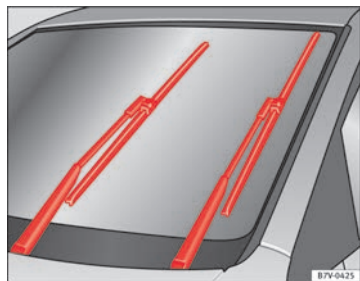

Fig. 128 Limpiaparabrisas en posición de servicio
- Conecte y desconecte el encendido y a continuación (antes de aprox. 9 seg.), desplace la palanca del limpiaparabrisas a la posición de barrido breve. Las escobillas se desplazan hasta la posición de servicio ⇒ fig. 128.